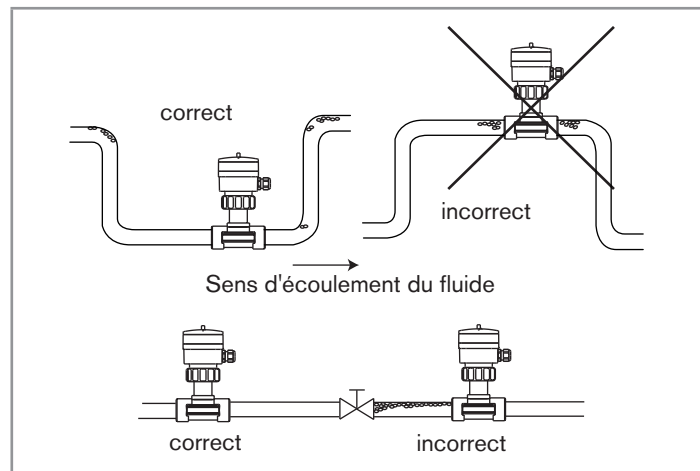
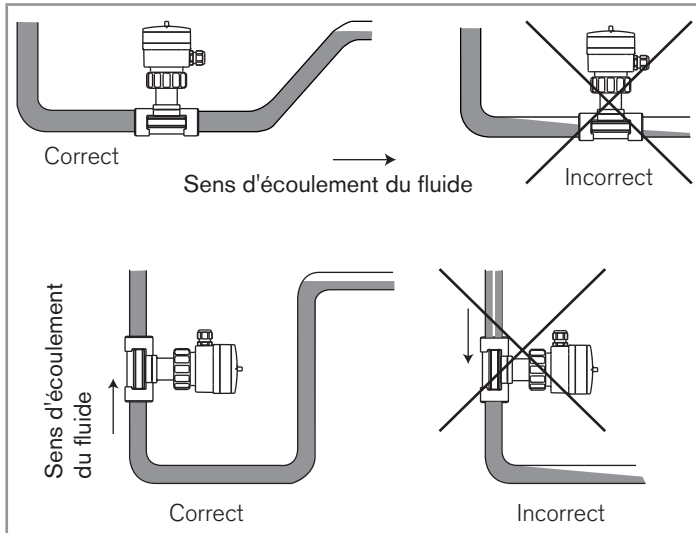

Fig. 8 : Recommandations additionnelles d'installation
Fig. 9 : Recommandations additionnelles d'installation
- Pour tout type de mesure, respecter les conditions additionnelles de montage suivantes pour assurer un fonctionnement correct de l'appareil de mesure (Fig. 8 et Fig. 9), éviter la formation de